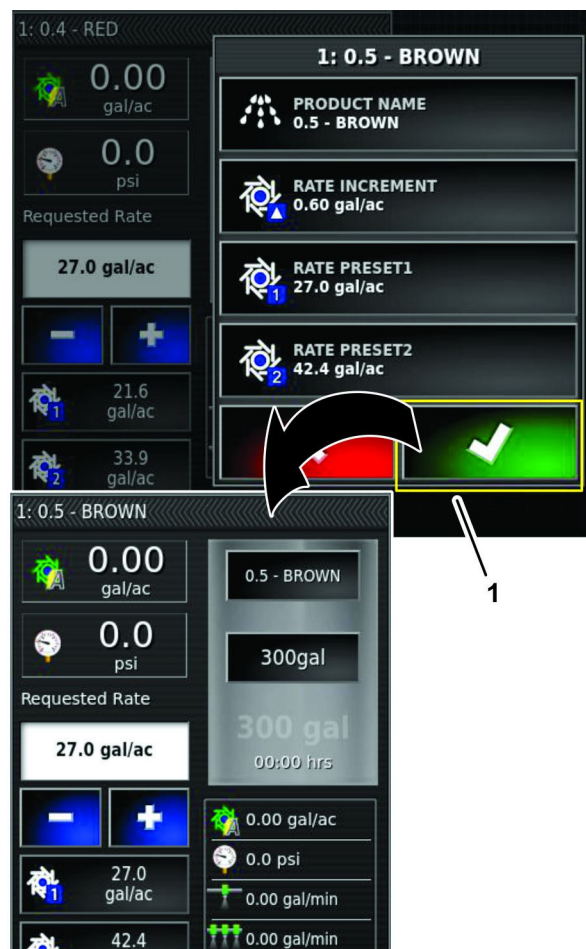

Figura 158
- D. En la ventana Configuración del producto, pulse el icono Confirmar (Figura 158).